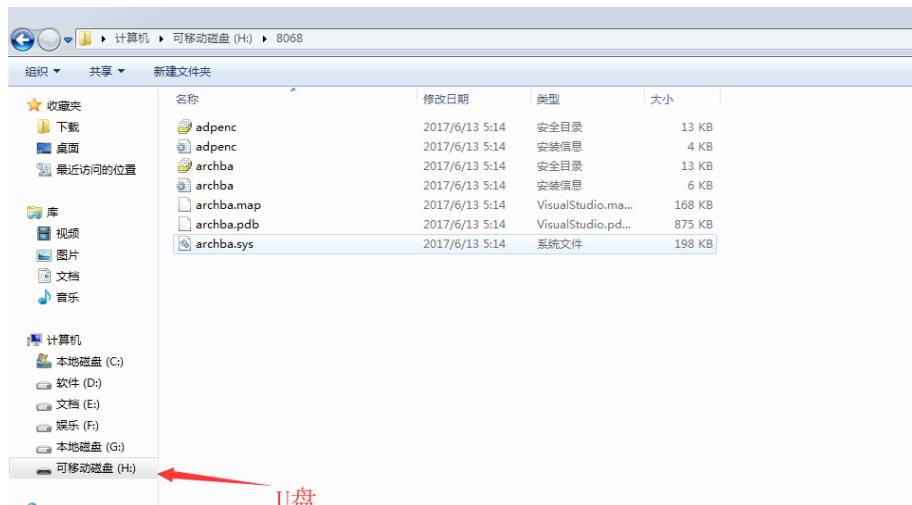

图 6-42
w. 恭喜, CentOS 6.4 安装完成。如图 6-42 所示。